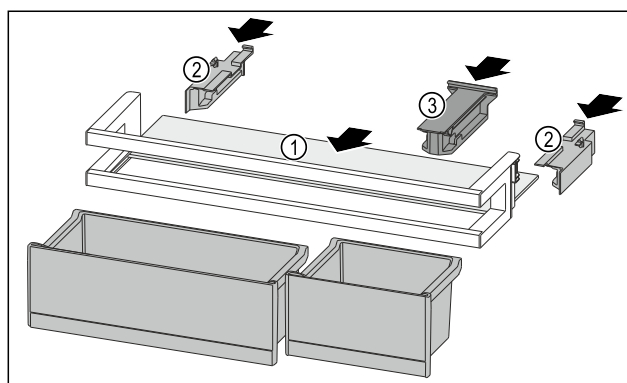

Fig. 226
- Insérer la tablette de rangement Fig. 226 (1) dans les évidements latéraux.
- Installer les parties latérales Fig. 226 (2).
- Installer la pièce de retenue Fig. 226 (3).